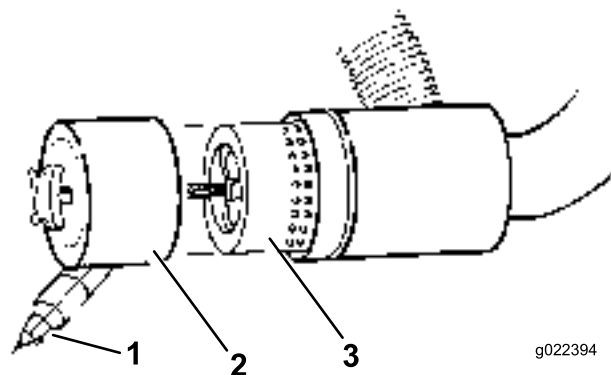

Figure 42
3. Déposez et remplacez le filtre (Figure 42).